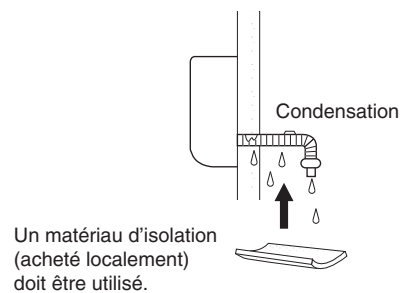

Fig. 3-36
- c) Si le tuyau de vidange passe dans la salle, l'isoler avec un isolant* de manière que la coulée de condensation ne risque pas d'endommager les meubles ou les planchers. (Fig. 3-36)